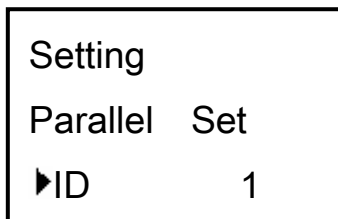
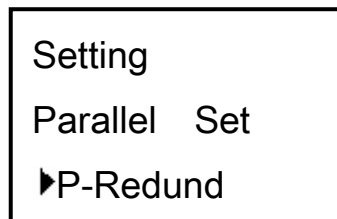

Fig.29 : parallel setting
Fig.30 : parallel setting
- Seleccionar y confirmar el menú paralelo, a continuación, ver Fig.29 Fig.30 ~